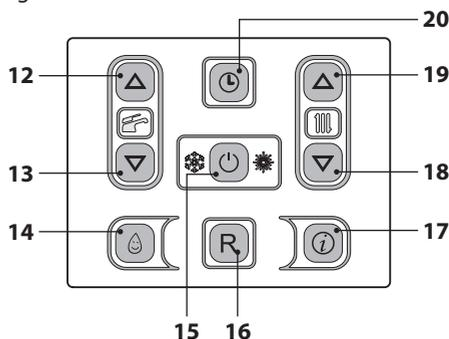

Figura 2.7
- Tenere premuto per 2 secondi il tasto 15 fino a far apparire sul display il simbolo  Figura 2.7.
La temperatura dell'acqua calda di mandata riscaldamento è regolabile agendo sui tasti 18 (diminuzione) e 19 (aumento) (Figura 2.7) da un minimo di circa 25°C ad un massimo di circa 85°C. Alla prima pressione di uno dei due tasti si ha la visualizzazione del valore di "set",
Comunque se la temperatura ambiente non dovesse essere confortevole si può aumentare o diminuire la temperatura di mandata dell'impianto riscaldamento di  $\pm 15^\circ\text{C}$  agendo sui tasti 18 (diminuzione) e 19 (aumento) (Figura 2.7).